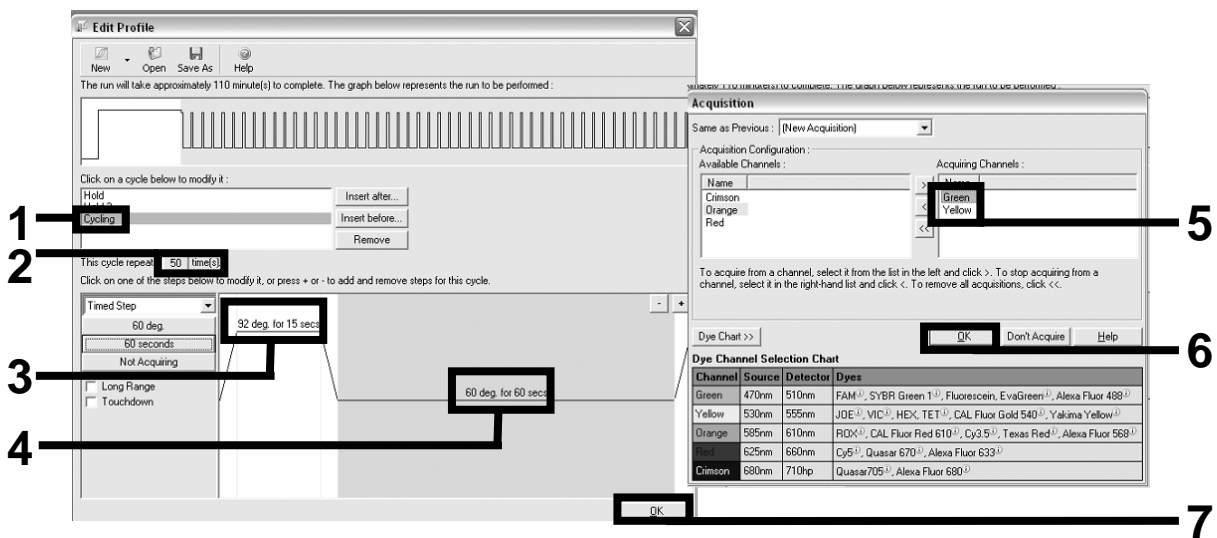

Ilustración 5. Amplificación del ADN.
Amplificación del ADN	Ilustración 5
13. Haga clic en el botón "Edit Profile" (Editar perfil) situado en el siguiente cuadro de diálogo "New Run Wizard" (Asistente para series nuevas) y programe el perfil de temperatura tal como se muestra en la tabla 4 y la ilustración 5. Asegúrese de añadir el último paso de adquisición a 60 °C, en cada ciclo, para ambos canales: "Green" (Verde) (FAM) y "Yellow" (Amarillo) (VIC).